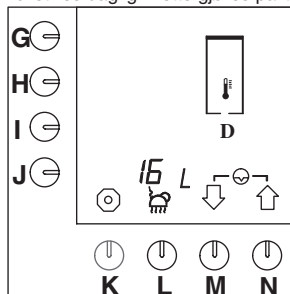

Fig. 53 Nullstilling av varmtvannsystemets
- Trykk på valgtasten (M.)↓ inntil fig.53 vises på displayet.